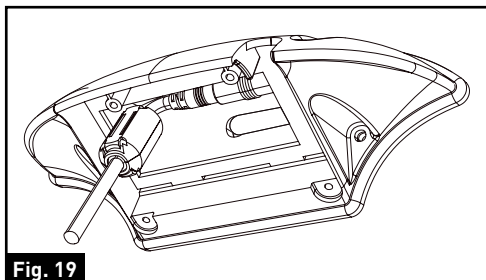

Fig. 19
11. Placez le filtre du câble de la caméra dans la partie gauche du boîtier du support. (Fig. 19)